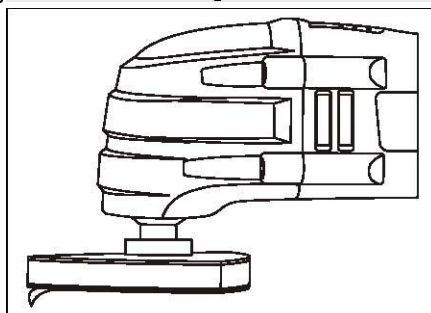

Fig. 4
3. Pour enlever le papier abrasif, pelez-le du tampon auto-agrippant (Fig. 4).